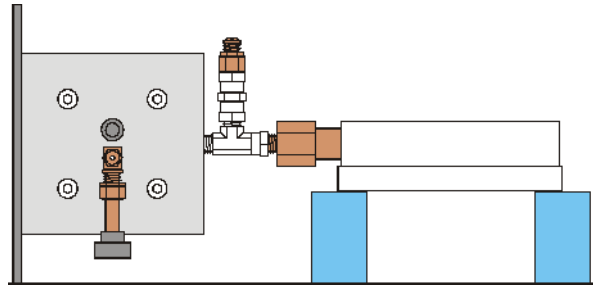

Fig. 6: Lagerung der Apparatur für die Ölbefüllung.
- Apparatur mit der Manometer-Skala nach unten auf den Arbeitsplatz legen, wobei das Manometer mit einer ca. 6 cm dicken Unterlage gestützt wird (siehe Fig. 6).